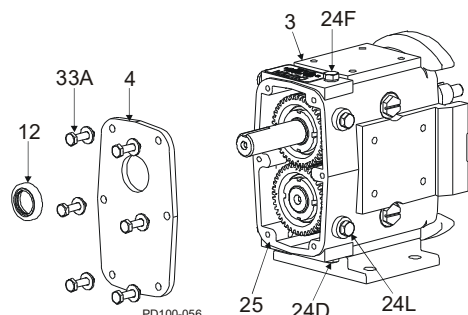

Figura 39 - Retire la cubierta de la caja de engranajes
1. Retire el tapón de drenaje de aceite (Figura 39, artículo 24D), drenar el aceite.